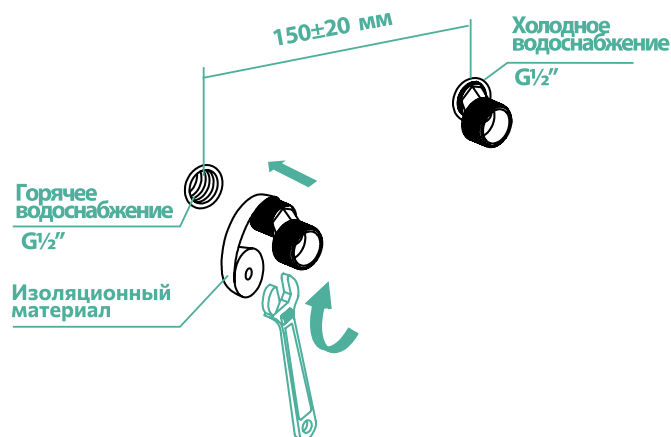

Рис. 2
1. Убедитесь, что входные трубы горячей/холодной воды подведены правильно: горячая должна находиться слева, холодная справа (рис.2).
2. Отключите систему холодного и горячего водоснабжения. Ввинтите эксцентрические переходники (рис.2) в выходы трубопроводов системы водоснабжения, предварительно уплотнив резьбовую часть изоляционным материалом. Подберите положение эксцентрических переходников, при котором они совпадут и будут соответствовать присоединительному положению смесителя. При этом положение смесителя должно быть горизонтальным.